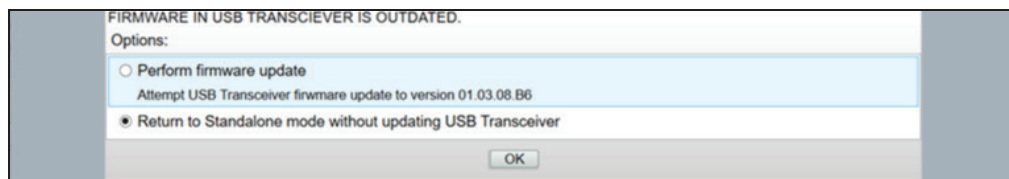

Figura 8. Menu de seleção informando que o firmware do transceptor USB está desatualizado.
PASSO 3. Se o firmware puder ser atualizado, o menu de seleção mostrado na Figura 8 na página 15 é apresentado. (Se o firmware já estiver atualizado, uma caixa de diálogo correspondente é exibida).